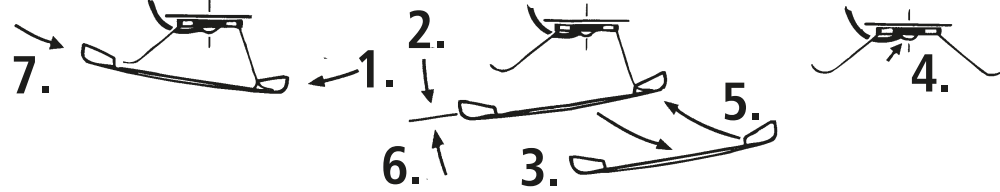

Fig. 8
4. Kohlebürstenwechsel: Lokgehäuse abnehmen (Fig. 5). Danach wird der Motor ausgebaut und die Kohlebürsten ausgewechselt (Fig. 8).
4. Carbon Brush Changing: First remove loco body (fig. 5), and then the motor (fig. 8).
4. Remplacement des balais du moteur: Démontez la caisse (voir fig. 5). Démontez ensuite le moteur et échangez le balais (fig. 8).